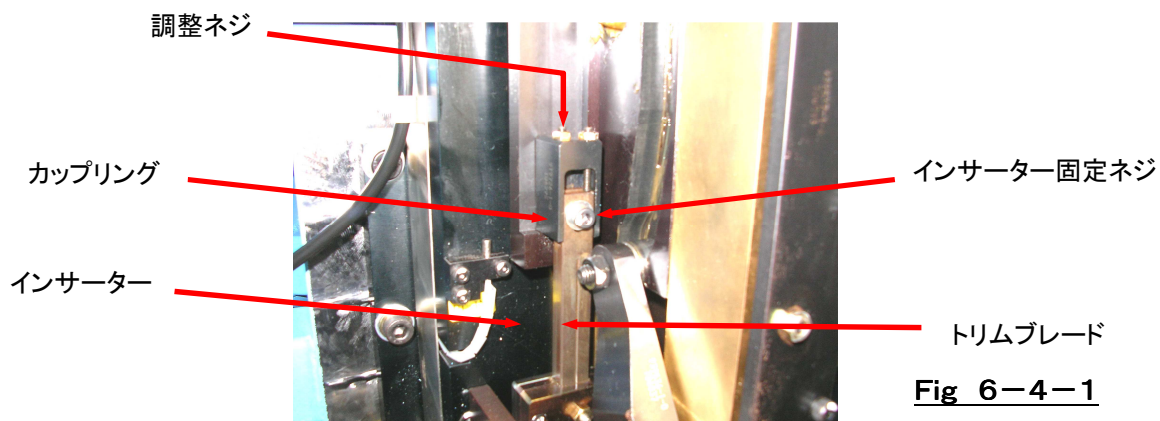

Fig 6-4-1
- ③ 調整が終わりましたら調整固定ナットを締めて下さい。
- ④ 調整ネジとインサーター及びトリムブレードが密着している事を確認して下さい。
- ⑤ インサーター固定ネジを締めて下さい。
- ⑥ 再調整が必要な場合は①～⑤を繰り返して下さい。
6.4 トリムブレードの調整 [Fig 6-4-1]